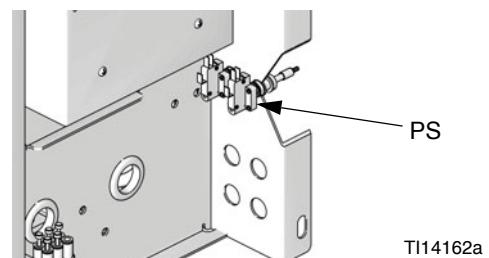

Рис. 19. Техническое обслуживание реле давления для камеры промывки пистолета-распылителя
- См. Рис. 19. Отсоедините провода реле давления (PS) для камеры промывки пистолета-распылителя от штырей 7–10 разъема J1 на плате управления. Отсоедините линию подачи воздуха. Снимите реле и аппаратуру со стороны жидкостной станции.